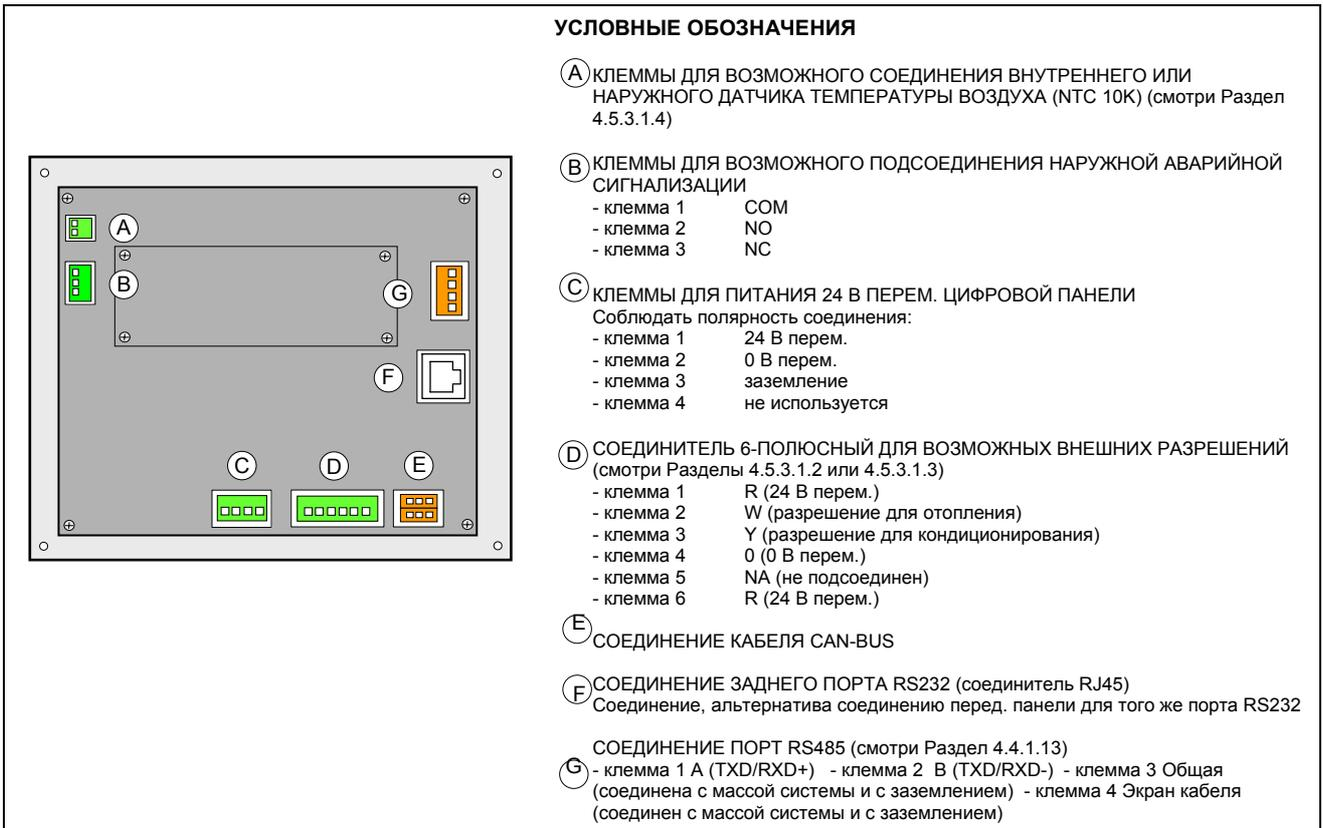

Рисунок 13 – Вид сзади цифровой панели и деталь электрических соединений
В задней части Цифровой Панели расположены следующие соединительные клеммы (смотри Рисунок 13):
- 2-полюсный соединитель для возможного подсоединения датчика температуры воздуха, предлагаемого как опция (смотри деталь А Рисунок 13);
- 3-полюсный соединитель для контактов реле для сигнализации ошибок (смотри деталь В Рисунок 13);
- 4-полюсный соединитель для питания 24 В перем. Панель DDC запитана от трансформатора с отдельной вторичной обмоткой 24 В перем., 50/60 Гц. (смотри деталь С Рисунок 13);
- 6-полюсный соединитель для возможного соединения внешних органов управления (смотри деталь D Рисунок 13);
- 6-полюсный соединитель CAN-BUS для соединения панели DDC с аппаратами (смотри деталь E Рисунок 13).
В специальных приложениях может требоваться наружный сигнал ошибки "высокая температура охлажденной воды" и/или "низкая температура горячей воды" или для общей ошибки, который обеспечил бы сигнализацию возможных сбоев в работе аппаратов. Для этого в задней части Цифровой Панели имеется одна специальная 3-контактная клемма (смотри деталь В Рисунок 13) для активации, с помощью реле, аварийной сигнализации, например, сигнальная лампочка, сирена или другое приспособление (более подробная информация приведена в разделах 4.4.2.6.7 - **Конфигурация ошибки по температуре (только для Главной панели DDC)** на Странице 102 и 4.4.2.4 - **Конфигурация выхода для ошибок на Странице 87**.